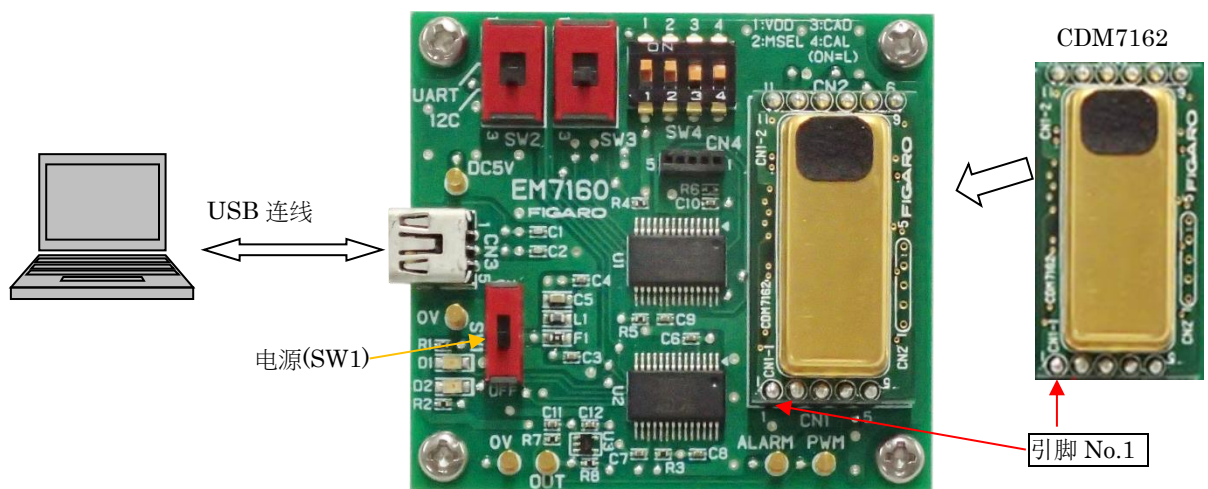

图 4 CDM7162 的安装
出厂时, 用于评估的附属品 CDM7162 已经安装在 EM7162 模块之上。在更换、或拆卸后重新安装时, 请务必注意要将 CDM7162 的引脚编号对准 EM7162 上的 CN1、CN2 插口进行连接 (图 4)。
**注意!! 在安装或拆卸 CDM7162 之前, 请务必将电源 (SW1) 置于关闭 (OFF) 状态 (图 4 中为下方)。**